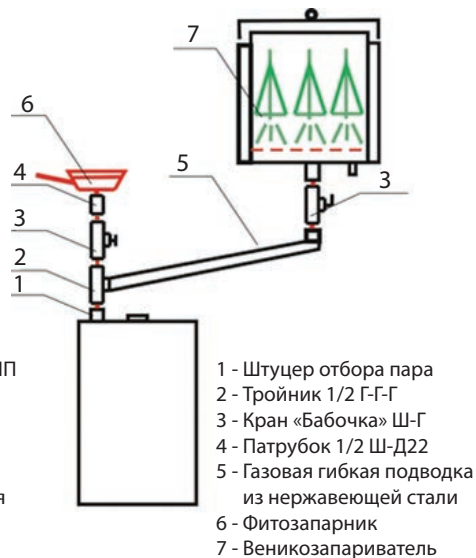

Рис. 5 Схема отбора насыщенного пара от ЭГПП
2.2.6 В качестве опции к Устройству возможно подключение Фитозапарника и (или) Веникозапарника в соответствии со схемой подключения рис. 5. К штуцеру отбора пара (поз. 1, рис. 5). через кран (поз. 3, рис. 5). подключается Фитозапарник (поз. 6, рис. 5), или, посредством гофрированной трубы из нержавеющей стали (поз. 5, рис. 5), Веникозапарник (поз. 7, рис. 5). При одновременном использовании Фитозапарника и Веникозапарника используется тройник (поз. 2, рис. 5)
- В Устройстве режим автоматического поддержания температуры в парильном помещении дополнен режимом парогенерации. Для включения ЭГПП следует нажать клавишу на левой боковой стороне ПУ (поз. 1, рис. 6), при этом на ПУ должен светиться индикатор красного цвета (поз. 2, рис. 5). Примерно через 30 мин. начнется генерация паровоздушной смеси.